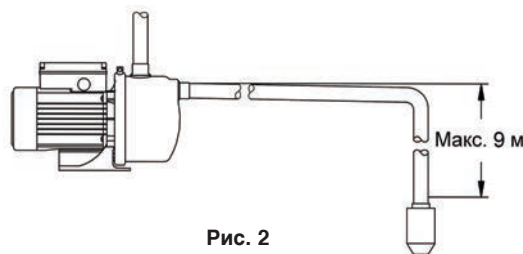

Рис. 2
8.5. Труба всасывающей магистрали присоединяется к входному резьбовому отверстию, находящемуся на торце насосной части электронасоса. При монтаже всасывающей магистрали необходимо обеспечить ей непрерывный угол наклона от насоса к источнику водозабора не менее 1° к горизонту (рис. 2). Обратные углы не допускаются. Следует иметь в виду, что при максимально допустимой высоте всасывания 9 м, максимальный напор электронасоса уменьшится на 9 м, вследствие чего давление воды в системе (с насосными станциями NSS-600/36, NSS-600/36P) не сможет достичь 3 атм. и реле давления не будет отключать электронасос.